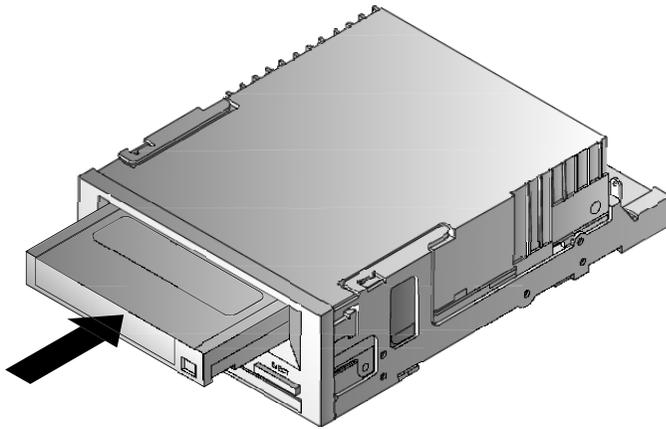

FIGURE 13. Chargement d'une cartouche
2. Insérez avec soin la cartouche dans le lecteur (consultez la figure 13, page 45). La porte de la baie du lecteur s'ouvre automatiquement quand une cartouche est insérée.